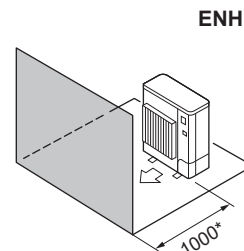

Fig. 2-10
- (4) Hindringer kun foran (Fig. 2-10)